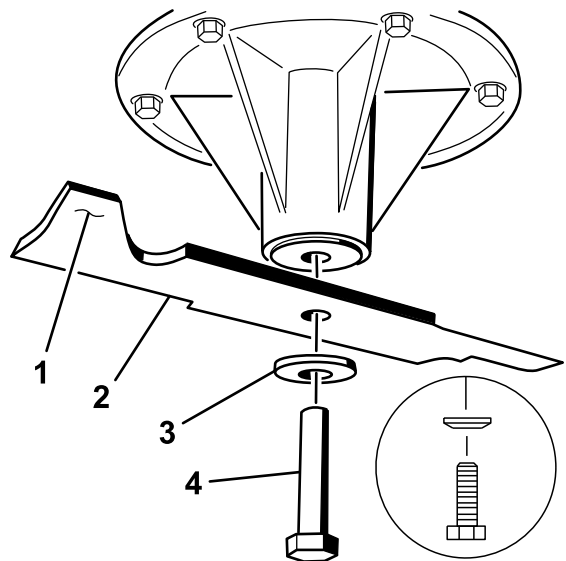

Bild 96
2. Entfernen Sie die Messerschraube, Wellenscheibe und das Messer von der Spindelwelle (Bild 96).